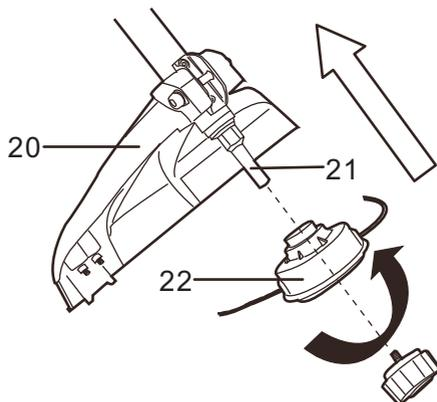

Fig.4
- > Fixez correctement le capot de protection (20).
- > Enfoncez la tête de coupe (22) sur la broche (21) (fig. 4).